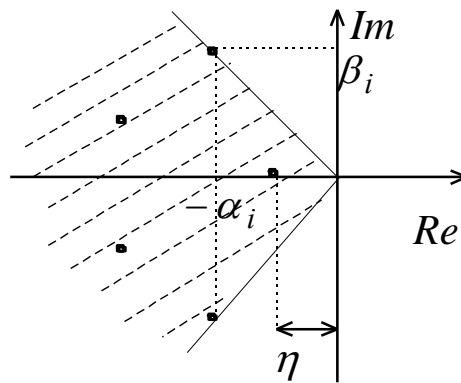

Рис. 2. Желаемое расположение корней
Эталонные корни  $\lambda_1^*, \dots, \lambda_{n+1}^*$  выбираются внутри заштрихованной области (рис. 2.), а затем следующим образом формируется желаемое уравнение (13):